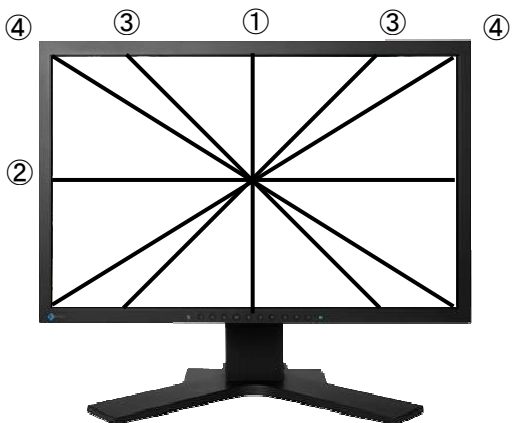

図 3 視野角測定方向
- ①垂直方向、②水平方向、③45° 方向のほかに、新しく④パネルの対角線方向を追加(図 3)